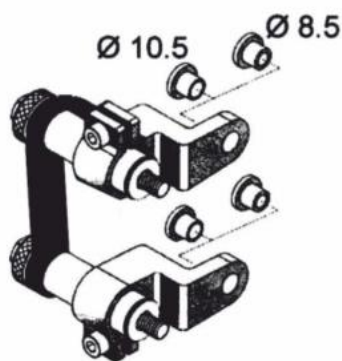

Рисунок 11
7.4.2 Определите, какие вставки для крепежного адаптера использовать в зависимости от диаметра (см. рис. 11):
7.4.3 Зафиксируйте крепежный адаптер с помощью оригинальных болтов тормозного суппорта, через резьбовые отверстия для крепления тормозного суппорта (см. рис. 11).